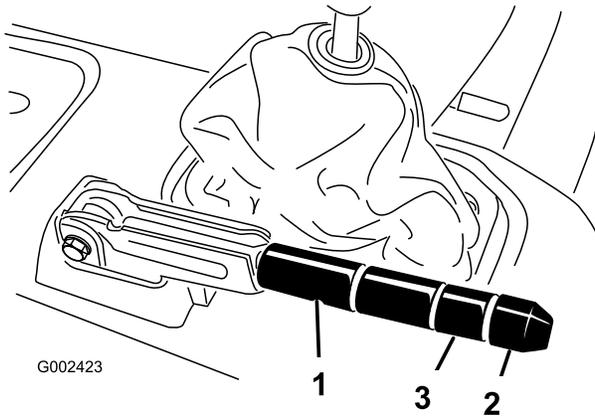

Figure 74
2. Desserrez la vis de fixation du bouton sur le levier du frein de stationnement (Figure 74).